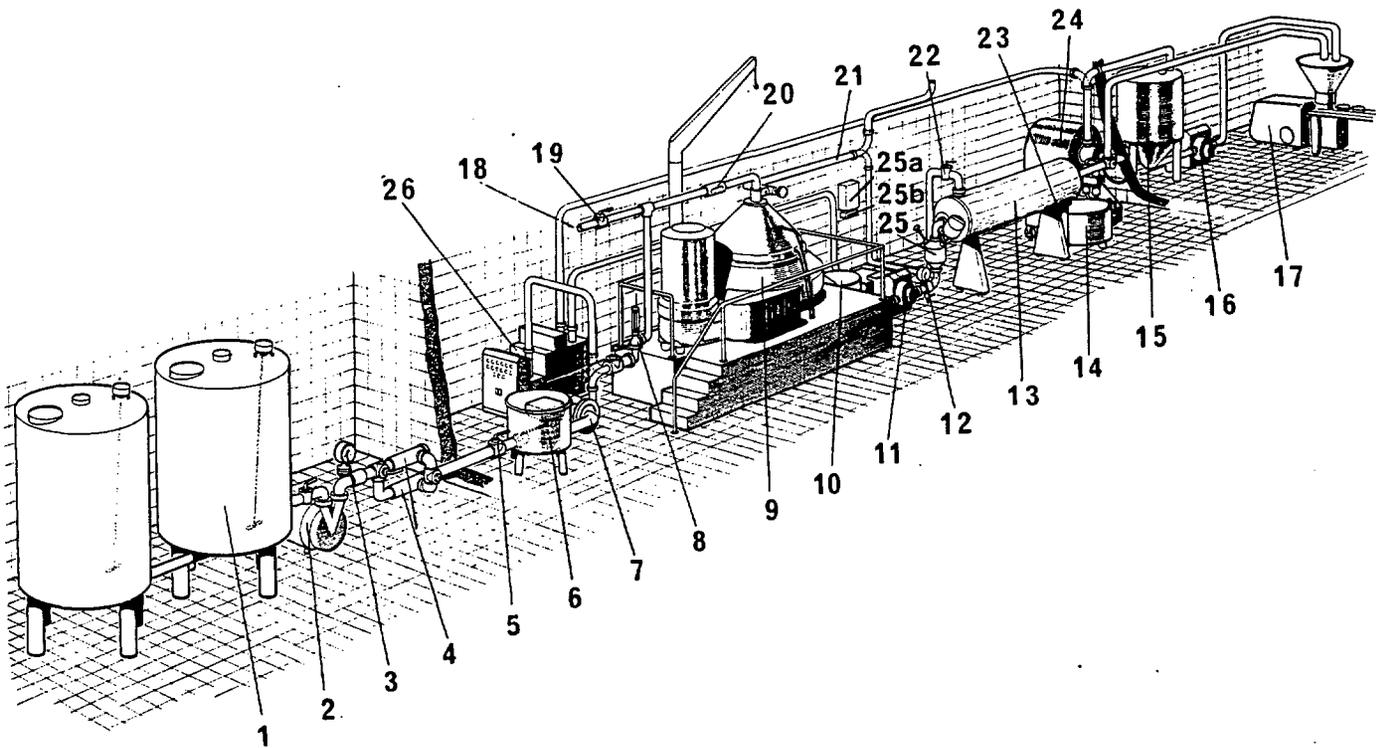

Bild 5/1
5.3. Herstellung von Mager- oder Fettquark (Bild 5/1)